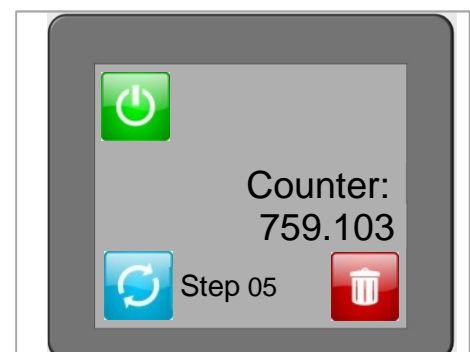

Abb. 7.8
- + Erster Hub (Abb. 7.8) zum Fixieren des eingelegten Kontaktes;